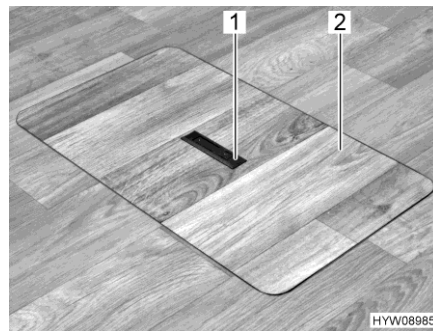
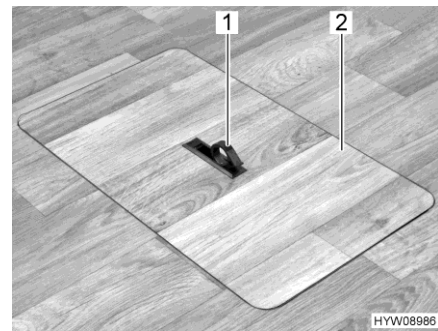

Fig. 58 Copertura per interventi di manutenzione (maniglia abbassata)
Fig. 59 Copertura per interventi di manutenzione (maniglia estratta)
- Spingere la piastra di presa (Fig. 58,1) verso il basso da un lato. La maniglia (Fig. 59,1) viene ruotata verso l'alto.
- Alzare la copertura per interventi di manutenzione (Fig. 59,2).
- Inserire la copertura per interventi di manutenzione (Fig. 59,2) nel telaio nel pavimento.